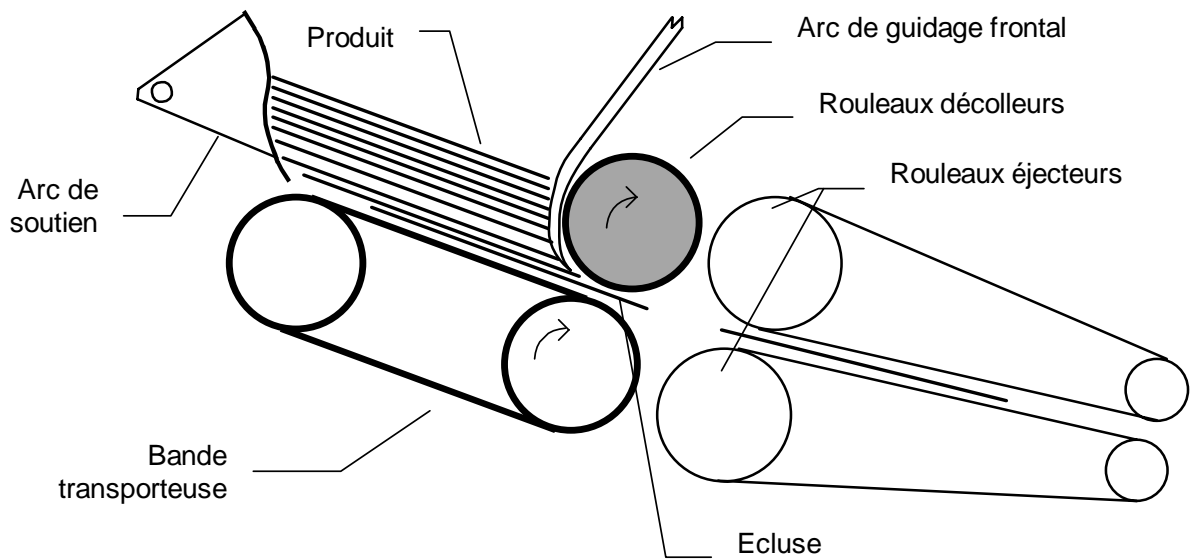

Fig. 5.1: Croquis de description du fonctionnement du margeur
8. Régler ensuite la hauteur des rouleaux décolleurs (écluse, voir Fig. 5.1) de sorte que les feuilles défilent en parallèle et de manière presque uniforme. Il est donc essentiel d'obtenir un écartement relativement régulier entre chaque feuille afin que le dispositif de contrôle photoélectrique puisse émettre sans difficulté les signaux destinés à l'unité de commande électronique. Les bandes transporteuses défilant à une vitesse légèrement plus rapide que les courroies de transport, on peut littéralement observer comment la feuille transportée est désassemblée presque automatiquement de la feuille suivante. Si les feuilles défilent en biais, ce défaut peut être corrigé par un réglage plus près ou plus loin du rouleau décolleur de gauche ou de droite selon le cas.